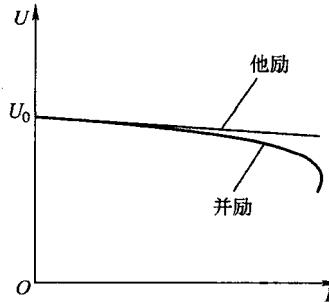

图 1-2 直流发电机外特性
2) 外特性：当 $n = n_N$, $I_f = I_{fN}$ ，输出端电压是输出电流的函数，即： $U = f(I)$ ，其形状如图 1-2 所示。